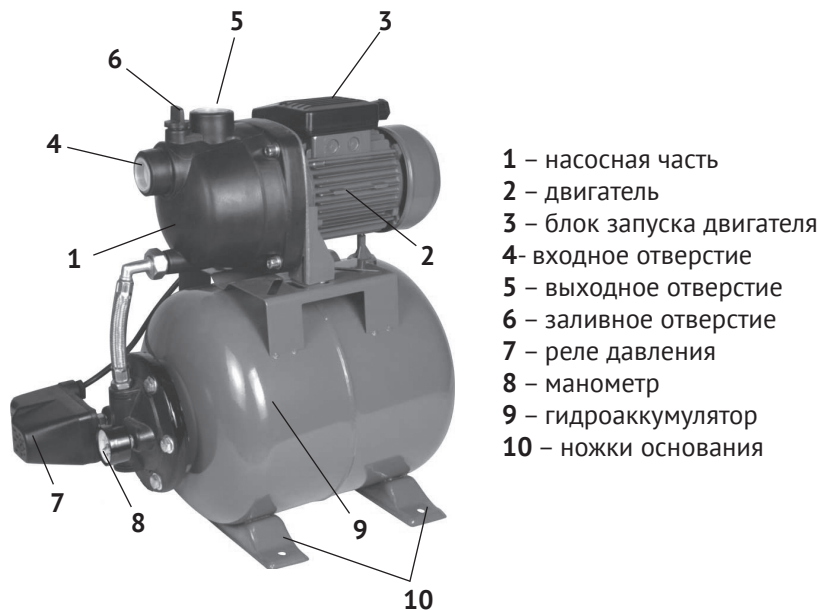
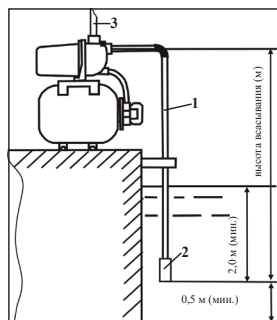

рис. 1
рис. 3
Станция состоит из гидроаккумулятора (рис.1 поз.9) и закреплённого на нём насоса с органами контроля (реле давления – рис.1 поз.7, манометр – рис.1 поз.8) и управления запуска двигателя (рис.1 поз.3).
Привод насоса станции осуществляется однофазным асинхронным двигателем переменного тока (рис.1 поз.2). На якорь двигателя крепится пластиковая крыльчатка. Вращающееся с высокой скоростью рабочее колесо (крыльчатка) через диффузор и трубку вентури повышает давление воды в гидроаккумуляторе до установленного, при котором реле давления (рис.1 поз.7) отключает насос. Таким образом в гидроаккумуляторе создаётся давление, необходимое для подъёма воды на нужную высоту. При расходе воды, давление в гидроаккумуляторе понижается. При понижении до установленного давления, реле давления включает двигатель насоса. Двигатель насоса включается при подключении вилки кабеля питания к сетевой розетке. Вилка имеет контакт заземления, сетевая розетка должна иметь соответствующий контакт.
2.4 Общий вид станции представлен на рис.1
2.5 Двигатель (рис.1 поз.2) в металлическом корпусе и насос (рис.1 поз.1) в пластиковом корпусе закреплены сверху, на корпусе гидроаккумулятора (рис.1 поз.9). Насос приводится в действие асинхронным двигателем переменного тока. Подключение насоса к сети осуществляется кабелем питания со штепсельной вилкой с заземляющим контактом. Насосная часть станции имеет два отверстия (G1) для присоединения входной (рис.1 поз.4) и выходной (рис.1 поз.5) трубы (шланга). Сверху расположена заливная горловина (рис.1 поз.6) с пробкой. Двигатель насоса включается при подключении вилки кабеля питания к сетевой розетке.
4.3 Установить станцию на ровной твёрдой поверхности. Для уменьшения вибрации рекомендуется закрепить ножки основания (рис.1 поз.10). Станцию лучше всего расположить как можно ближе к скважине (колодцу) подачи воды.
4.4 Присоедините к входному отверстию всасывающую трубу (шланг) и опустите её в воду, как показано на рис.3.
**Внимание!** Для оптимальной работы станции на всасывающую трубу необходимо установить обратный клапан (рис.3 поз.2).
4.5 Смонтируйте и присоедините к выходному отверстию (рис.1 поз.5) напорную магистраль (рис.3 поз.3). Трубы должны крепиться на специальных подвесках, чтобы не оказывать давления на станцию. Соединение труб должно быть герметичным.